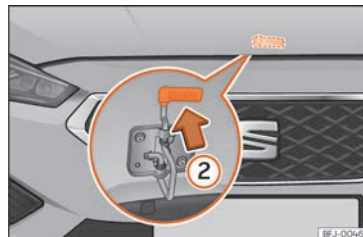

Fig. 239 Came baixo o capou.
- Para levantar o capô faça pressão para cima sobre a alavanca situada debaixo do capô » Fig. 239 ②. O gancho de fixação fica desbloqueado.